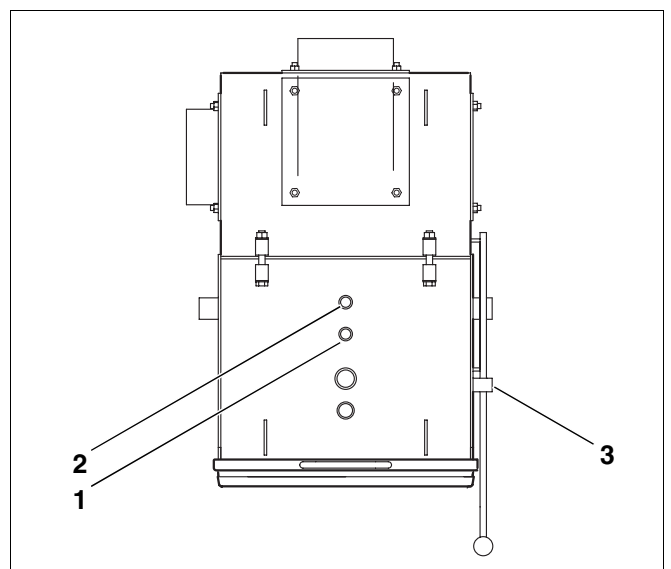
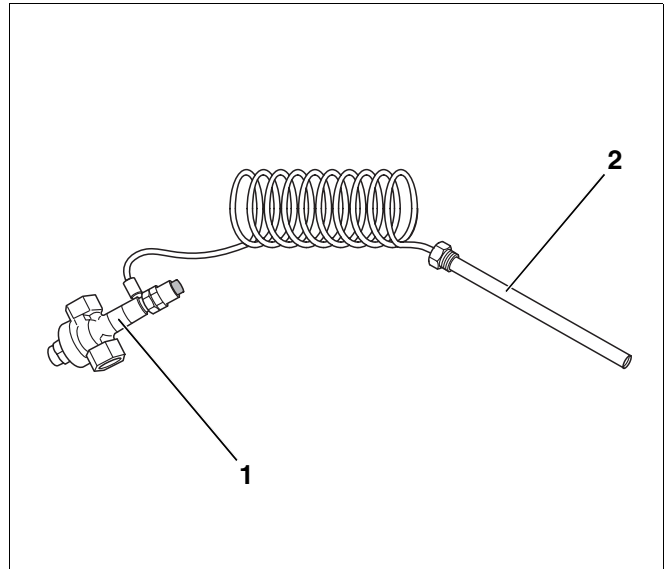
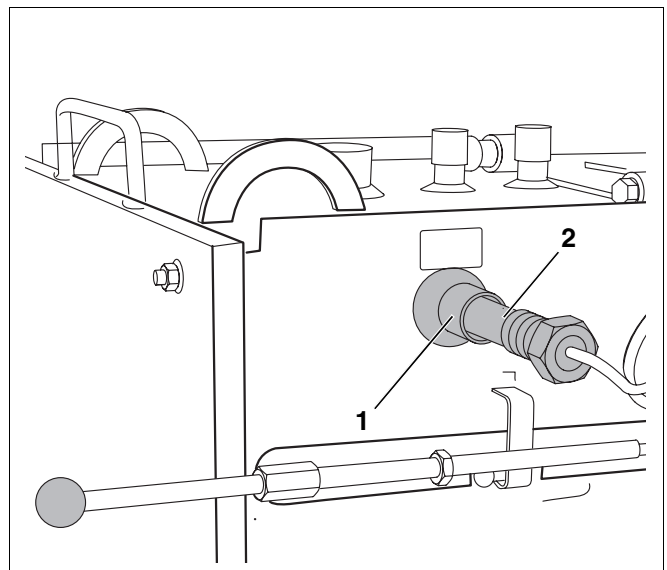

Abb. 7 WTK – Anschlüsse für Kühlung
Abb. 8 Thermische Ablaufsicherung
Abb. 9 Fühlerposition – Thermische Ablaufsicherung
- Zwei Messingmuffen  $\frac{1}{2}$ " auf den Ein- und Ausgang der eingebauten Kühlschlange eindichten (Abb. 7, **Pos. 1 oder 2**).
- Die Thermische Ablaufsicherung (Abb. 8, **Pos. 1**) außerhalb des Kachelofens in die Zuleitung der Kühlung sichtbar einbauen.
- Den Fühler der Thermischen Ablaufsicherung (Abb. 8, **Pos. 2** bzw. Abb. 9, **Pos. 2**) in die entsprechende Muffe im WTK (Abb. 7, **Pos. 3** bzw. Abb. 9, **Pos. 1**) eindichten.